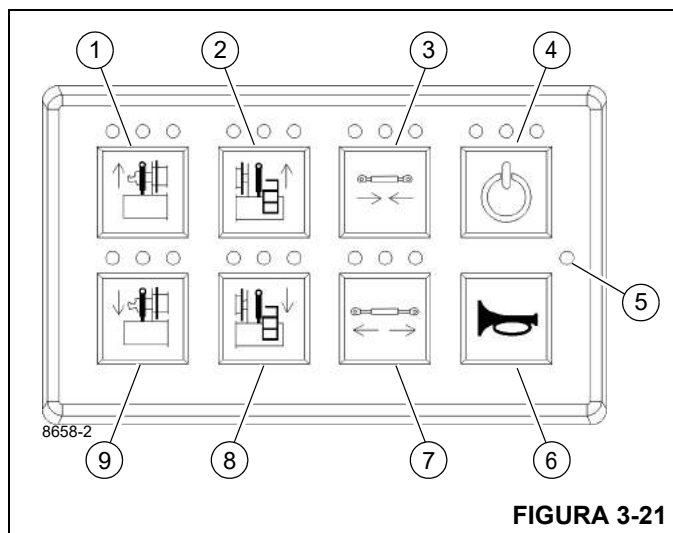

FIGURA 3-21
O LED de alimentação principal (5, Figura 3-21) pisca verde quando a alimentação principal está ligada. Três outros indicadores LED, localizados acima de cada botão de função, indicam o status dos botões.
O botão de elevação do cilindro do contrapeso direito do cilindro (1, Figura 3-21) deve ser mantido pressionado para elevar o cilindro direito segurando o lado direito do contrapeso. O operador deve liberar o botão quando o lado direito do cilindro estiver na posição desejada.
O botão de elevação do cilindro do contrapeso esquerdo (2, Figura 3-21) deve ser mantido pressionado para elevar o
O botão de Retração do cilindro de trava (3, Figura 3-21) deve ser mantido pressionado para retrain o cilindro da trava segurando o contrapeso. O operador deve liberar o botão quando o cilindro da trava estiver na posição desejada.
O botão de ativação de função (4, Figura 3-21) é utilizado para ativar os outros botões de funções no teclado. Assim, para operar o sistema de remoção de contrapeso, o botão de ativação deve primeiro ser pressionado e então liberado para ativar todos os botões de função.
O Indicador LED da alimentação principal (5, Figura 3-21) pisca verde para indicar que a alimentação principal está ligada.
O botão da buzina (6, Figura 3-21) está sempre ativo e pode ser pressionado a qualquer momento sem pressionar primeiro o botão de Ativação do teclado (4).
O botão de Extensão do cilindro de trava (7, Figura 3-21) deve ser mantido pressionado para estender o cilindro segurando o contrapeso. O operador deve liberar o botão quando o cilindro da trava estiver na posição desejada.
O botão de Abaixamento do cilindro do contrapeso esquerdo (8, Figura 3-21) deve ser mantido pressionado para baixar o cilindro esquerdo segurando o lado esquerdo do contrapeso. O operador deve liberar o botão quando o lado esquerdo do cilindro estiver na posição desejada.
O botão de Abaixamento do cilindro do contrapeso direito (9, Figura 3-21) deve ser mantido pressionado para baixar o cilindro direito segurando o lado direito do contrapeso. O operador deve liberar o botão quando o lado direito do cilindro estiver na posição desejada.